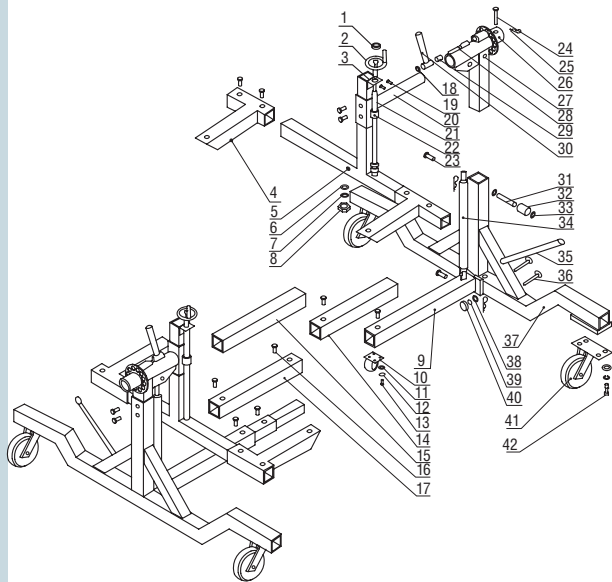

Рисунок 1. Детализовка.
2. Далее положите собранную базу на пол, оперев на поперечную её часть(37), прикрутите роликовые колёса 8"(41) и 3"(10) соответствующими крепёжными элементами (см. рис. 1).
5. Соберите конструкцию поворотного подхвата, для этого установите опору подхватов(5) в трубу вращательную(20), зафиксируйте штифтами. Соберите винтовой регулятор высоты подхватов, для этого прикрутите к опоре подхватов(5) направляющую резьбового стержня(3), проденьте сквозь неё и втулку на трубе(20) резьбовой стержень регулировочный(21) и зафиксируйте его, с помощью соответствующих крепёжных элементов (6, 7, 8 см. рис. 1). Установите сверху рукоять(2) и зафиксируйте её стопорной гайкой(1).
6. Установите вращательную трубу сборки подхватов в трубную часть подъёмной балки, а сзади установите трубу установочную вращательную(26), зафиксируйте её штифтом(24) и пружинным шплинтом(25). Проверьте, чтобы рукоять клинообразная свободно заходила в паз ступенчатого фиксатора на установочной трубе и выступала из паза при вхождении не менее чем на 2 мм.
7. Установите подвижные подхваты(4), зафиксируйте их на опоре с помощью двух болтов М8х15(16) каждую.